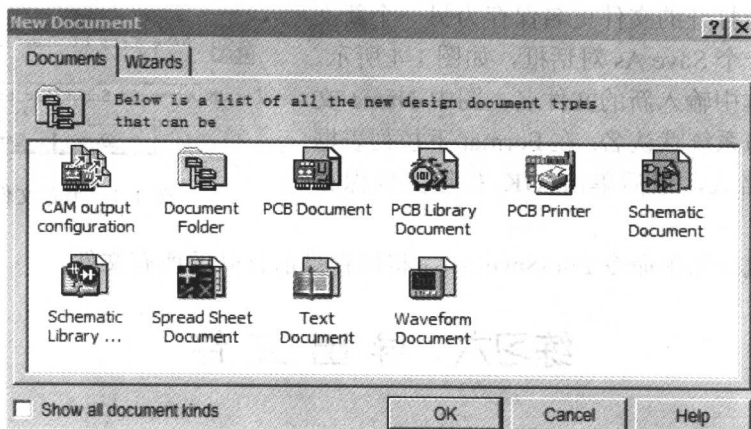

图 1-3 新建文档对话框
(1) 打开“Documents”文件夹:用鼠标左键双击 Documents 文件夹。
(2) 在工作窗口空白处单击鼠标右键,在弹出的快捷菜单中选择 New,或执行菜单命令 File\New。
(3) 在 New Document 对话框中选取图标  Schematic Document,如图 1-3 所示。用鼠标左键双击  Schematic Document,以 Sheet1.Sch 为默认名的原理图文件就创建好了。
(1) 执行菜单命令 File\New, 在 New Document 对话框中选取  图标, 如图 1-3 所示, 新建一个文件夹, 并命名为 “WJJ”。
(2) 将光标移到要复制的文件 WYY.Sch 图标上, 单击鼠标右键, 在弹出的快捷菜单中选择 Copy 命令, 则该文件进入剪贴板中。
(3) 打开 WJJ 文件夹, 将光标移到工作窗口的空白处, 单击鼠标右键, 弹出快捷菜单。
(4) 选择 Paste 命令, 即可完成复制操作。